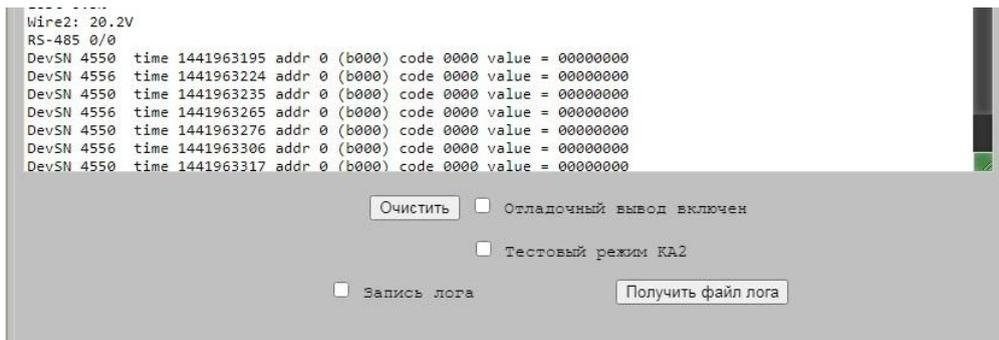

Рис. 10
8. Дополнительные команды, расположенные под окном протокола (Рис. 10):